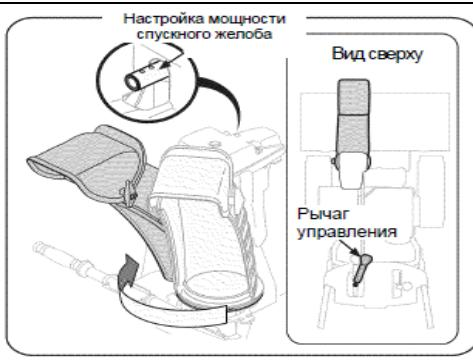

Рис. 5
5. Возьмитесь за рычаг управления джостика на панели управления и поверните так, что бы входное отверстие смотрело вперед и вручную поверните желоб для совмещения отверстии тяги. (См. Рис. 5).
ВАЖНО: Джостик должен слегка наклоняться в право. См. Рис. 5 и 6.